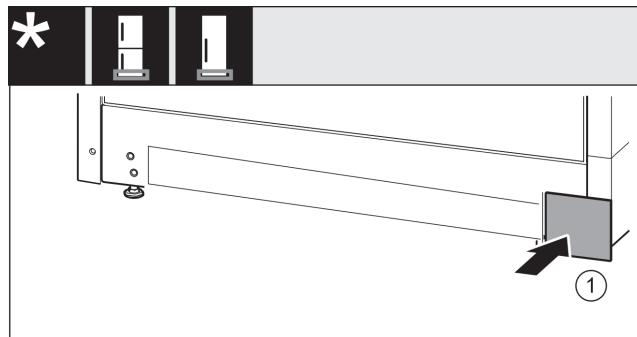

Fig. 15
- Снова установите крышку с другой стороны. Fig. 15 (1)